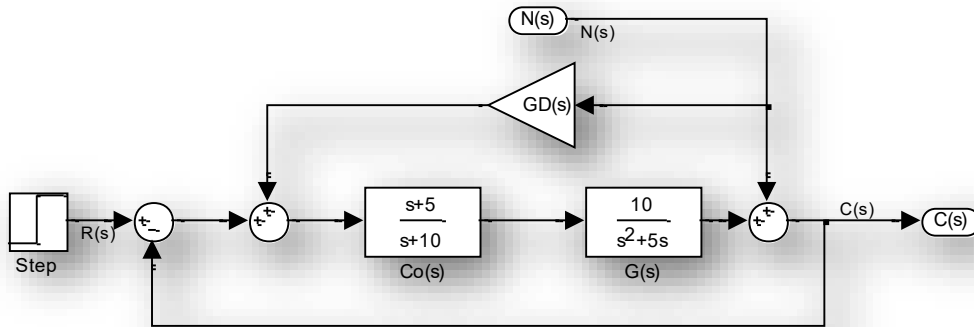

Figura 1
38. En la Figura 1 se muestra el diagrama de bloques de un sistema de control de una antena de campo de colectores solares, donde la señal $R(s)$ representa a la entrada del sistema, $Y(s)$ representa a la salida del sistema, y $N(s)$ denota las perturbaciones que actúan sobre las salidas.